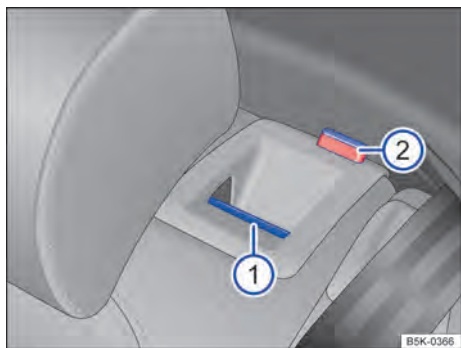

Fig. 66 En el respaldo del asiento trasero: tecla de desbloqueo.
- Tirar de la tecla de desbloqueo → fig. 66 ⓘ hacia adelante y, al mismo tiempo, rebatir el respaldo del asiento trasero hacia adelante.
- La parte de respaldo del asiento trasero estará desbloqueada cuando la marca roja → fig. 66 ⓘ sea visible.
- La marca roja → fig. 66 ⓘ ya no puede ser visible.